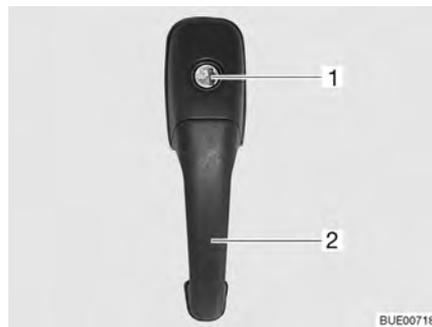

Fig. 24 Serratura della porta di ingresso, lato esterno
- Inserire la chiave nel cilindro della serratura (Fig. 24,1) e ruotare fino a quando la serratura della porta si sblocca.
- Tirare la maniglia della porta (Fig. 24,2). La porta è aperta.
- Inserire la chiave nel cilindro della serratura (Fig. 24,1) e ruotare fino a quando la serratura della porta si blocca.